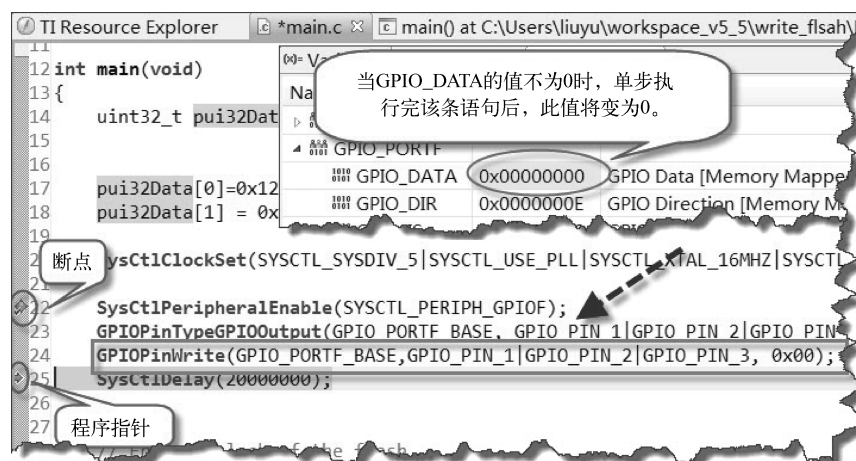

图 10-3 清零 GPIO_DATA 寄存器
① 将编译生成的 .Out 文件导入 LaunchPad 板中。
② 在 22 行处设置一个断点，然后单步执行程序，当程序指针位于 25 行时的运行结果如图 10-3 所示。
从图 10-3 中可以看到，如果 GPIO_DATA 寄存器的值不为 0，当程序执行完 GPIOPinWrite() 后，该寄存器将被清零。因此，观察到的结果都符合程序所表达的含义。